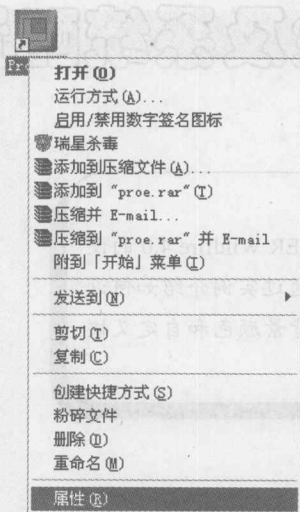
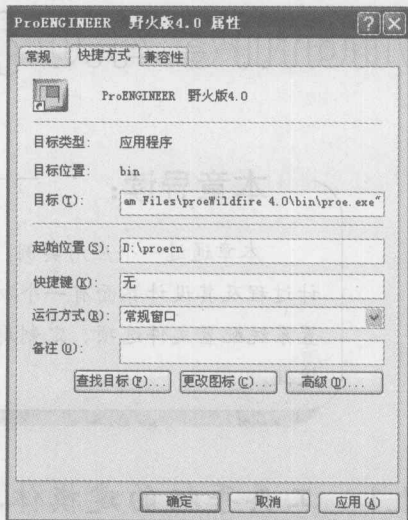

图 1-2 右键快捷菜单
图 1-3 设置属性
2) 在如图 1-2 所示的快捷菜单中, 选择“属性”命令, 此时弹出如图 1-3 所示的对话框。